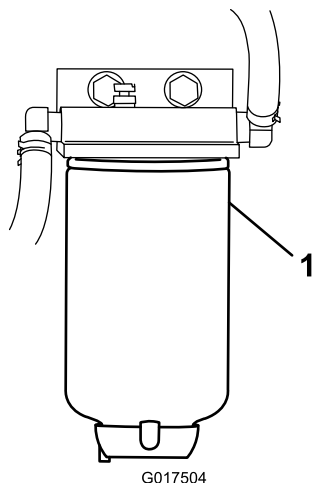

Рисунок 37
3. Отверните топливный фильтр с кронштейна (Рисунок 37).